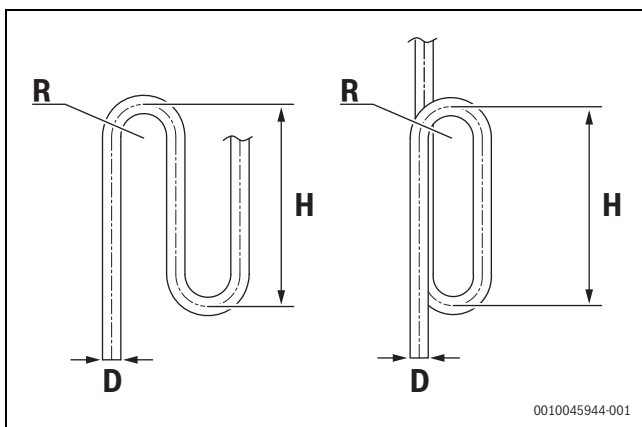

Bild 10
- ▶ Wenn der Aufstellort der Außeneinheit höher liegt als der der Inneneinheit und der Höhenunterschied mehr als 20 m beträgt, im Gasrohr der Hauptleitung möglichst alle 10 m einen Ölrücklaufbogen montieren. Die empfohlenen Daten für die Ölrücklaufbögen sind in Abb. 10 dargestellt.
Der größte Höhenunterschied zwischen Innen- und Außeneinheit beträgt maximal 110 m (Außeneinheit oben) oder 110 m (Außeneinheit unten). Außerdem gilt: (i) Wenn sich die Außeneinheit oben befindet und die Höhendifferenz mehr als 20 m beträgt, sollte im Gasrohr der Hauptleitung alle 10 m ein Ölrücklaufbogen installiert werden (siehe Abbildung 10); (ii) Wenn die Höhendifferenz mehr als 40 m (Außeneinheit unten) bzw. 50 m (Außeneinheit oben) beträgt, muss ein größerer Durchmesser für die Hauptleitung (L1) gewählt werden (Tabelle 11).
Die Höhendifferenz zwischen den einzelnen Inneneinheiten darf 40 m nicht überschreiten (Abbildung 10).